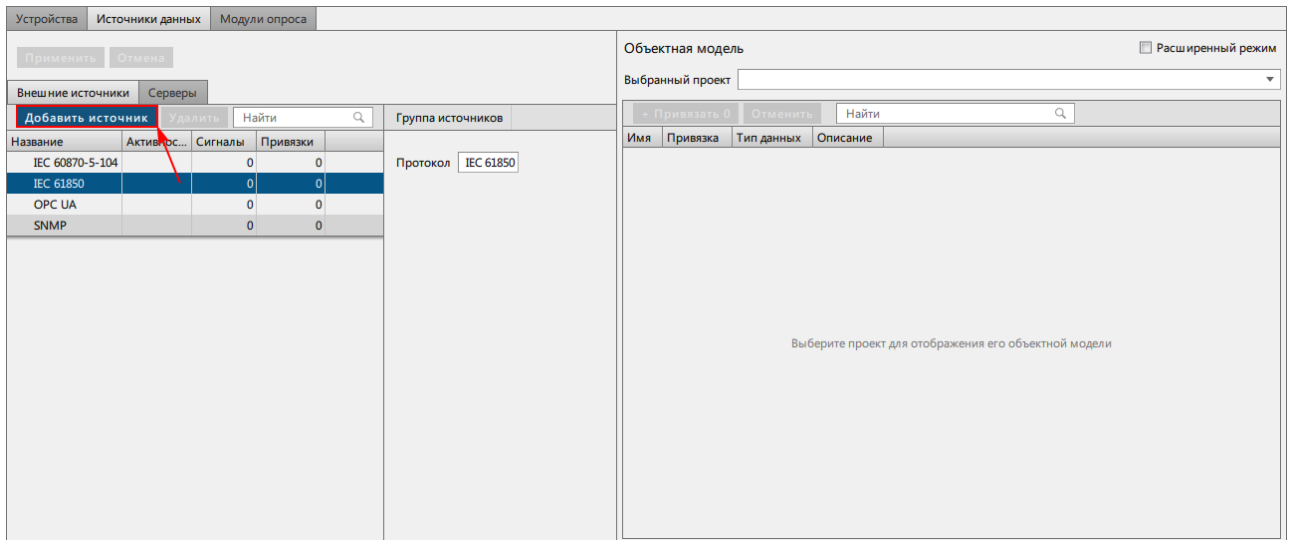

Рисунок 198 - Добавить источник
2. Добавьте источник: **Источники данных** → **Внешние источники** → **IEC 61850** → **Добавить источник** (Рисунок 198).